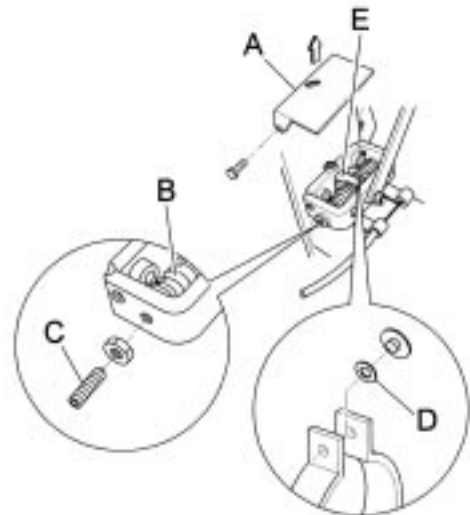

Fig. 8
- enlever le couvercle de fermeture (fig.8 réf. A),
- serrer les deux ressorts avec la même charge (fig. 8, réf. B) au moyen des vis sans tête appropriées (fig. 8, réf. C)
- contrôler le fonctionnement correct du frein. Dans le cas contraire, il se peut que le ferodo soit usé, il est alors nécessaire d'enlever les épaisseurs (fig. 8, réf. D) afin que le goujon excentrique de commande (fig. 8, réf. E) soit légèrement libre et non bloqué en position.